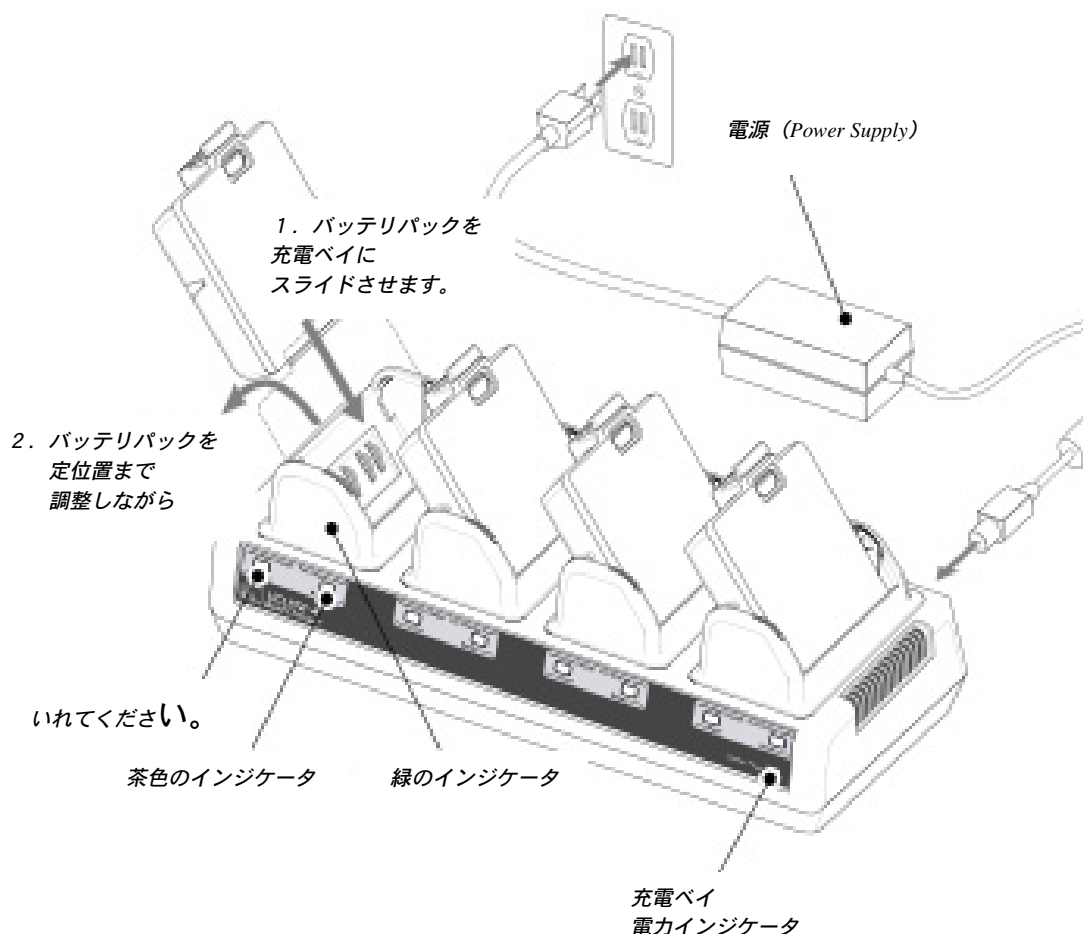

図4. クワッドチャージャ
2. 使用する前に、すべての保護シュリンクラップおよびラベルをバッテリーパックから取り除いてください。バッテリーパックのプラグを図4に示されているように、バッテリーパックの向きに注意して4つの充電ベイのどれか1つに入れてください。バッテリーパックを充電ベイの定位位置に達するまでスライドさせてください。その後、バッテリーパックの裏面がぴったりはまるように回転させてください。バッテリーが適切に挿入されると、充電中にバッテリーの直ぐ下の茶色のインジケータが点灯します。